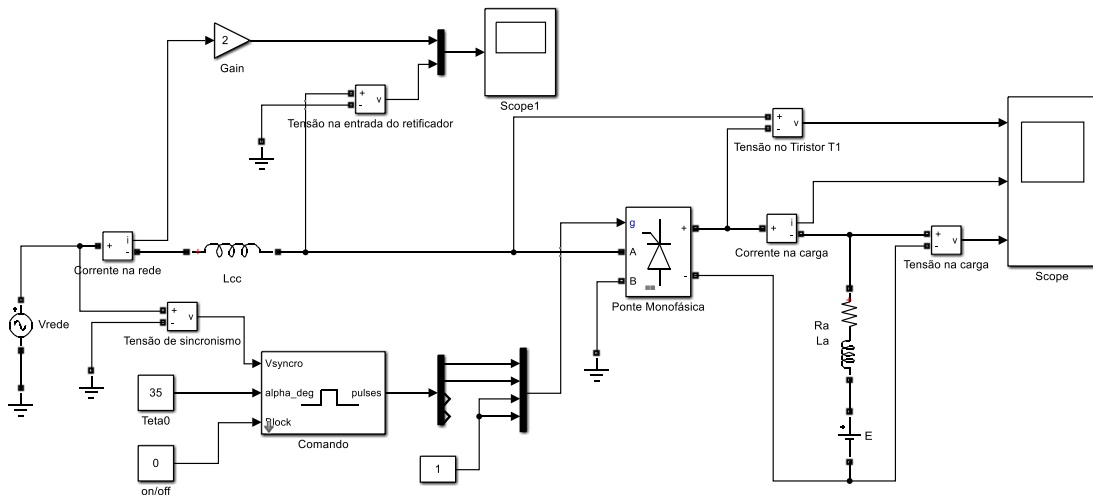

Figura 3: Diagrama do retificador semi-controlado e seu commando
a.4) Alterar o diagrama de comando dos tiristores conforme a figura 3 e repetir o item a.3. Descrever o que alterou ao se bloquear os tiristores do conversor. Baixar o arquivo: pontesemicontroladamonofasica.slx